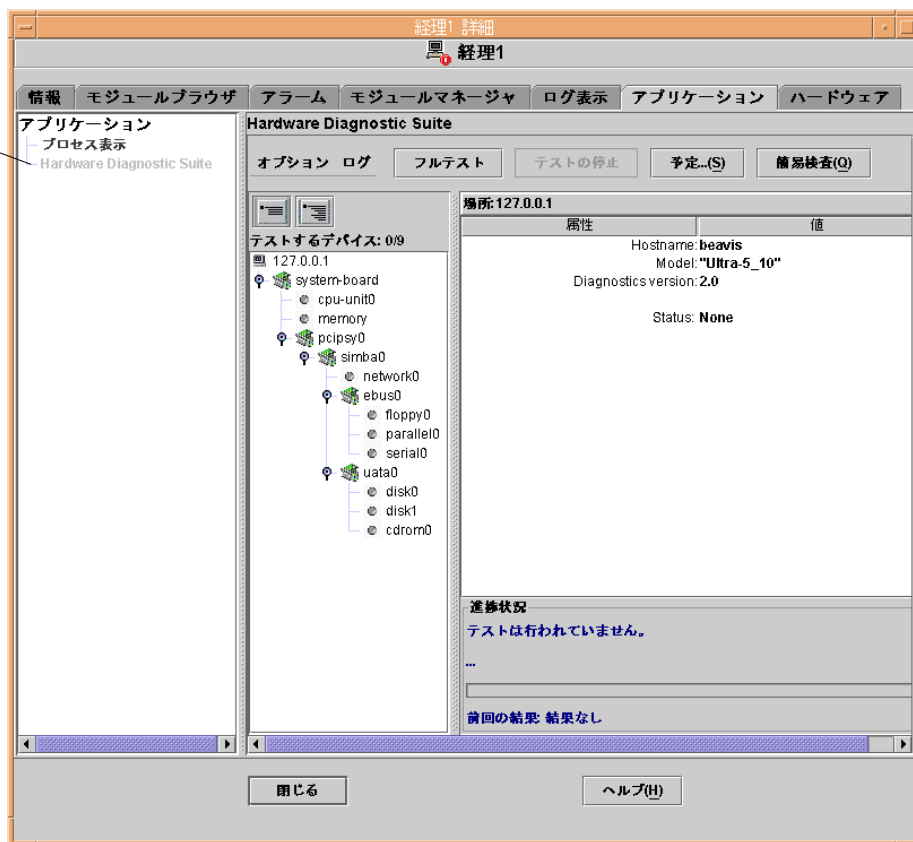

図 3-4 Hardware Diagnostic Suite のコンソールウィンドウ
4. 左側のパネルに表示される「アプリケーション」一覧から「Hardware Diagnostic Suite」オプションをクリックします (図 3-4)。